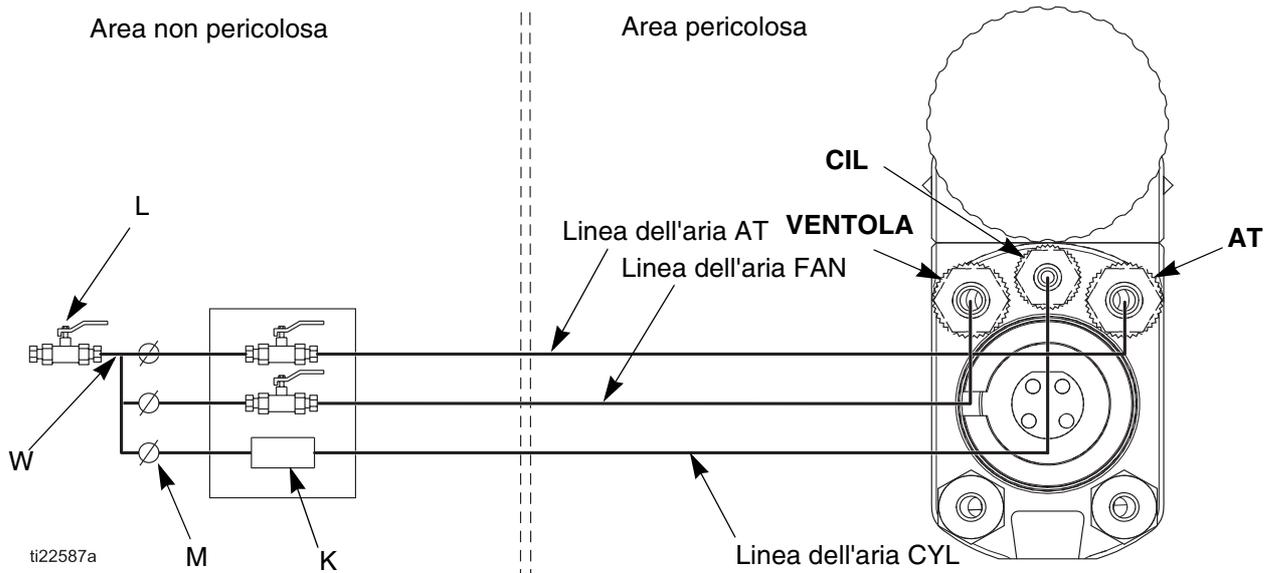

FIG. 11. Schema della linea dell'aria
1. Per intercettare l'aria alla pistola, installare una valvola dell'aria del tipo a spurgo (L) sulla linea principale dell'aria (W), sulla della ventola (FAN) e su quella di atomizzazione (AT). Vedere FIG. 11.
1. Collegare le linee dell'aria come mostrato in FIG. 11, pagina 16.
Collegare le linee dell'aria come mostrato in FIG. 11, pagina 16.